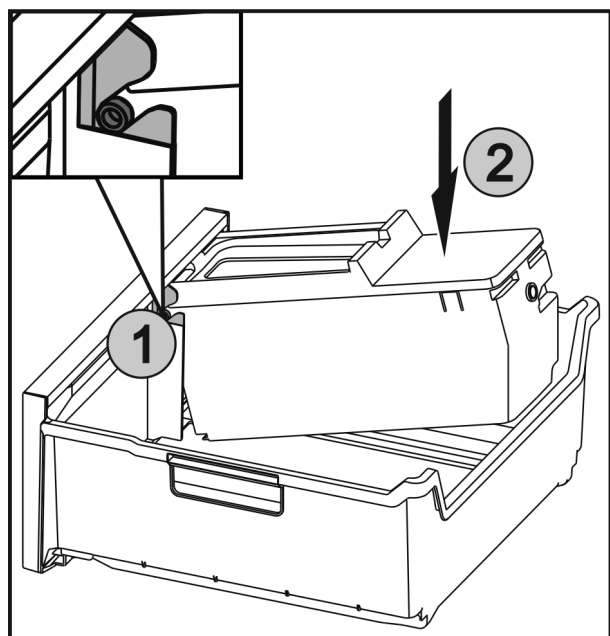

Fig. 83
- ▶ Introduzca los ejes Fig. 83 (1) de EasyTwist-Ice en las guías y presione el lado trasero Fig. 83 (2) hasta que la pestaña encaje.